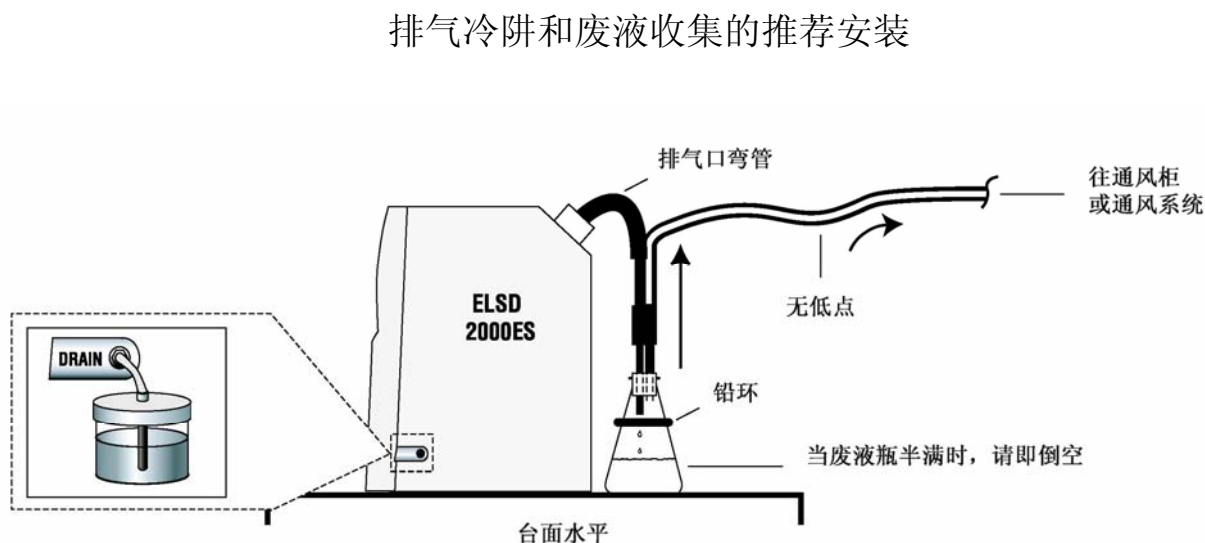

图 2.5
6. **排气口的连接：**将排气弯管连接到检测器后面板的排气口（EXHAUST OUTLET），并将弯管连接到冷凝阱。连接管应保证冷凝液体的平滑流下到冷凝阱中。随机提供的瓶口固定环放置在收集瓶上以保持瓶身稳定。再将管子连接到通风橱或其他通风系统中。要保证管路无低点以收集冷凝液。如果需要的话，可用切刀将管子截断为理想的长度。参见下图 2.5。